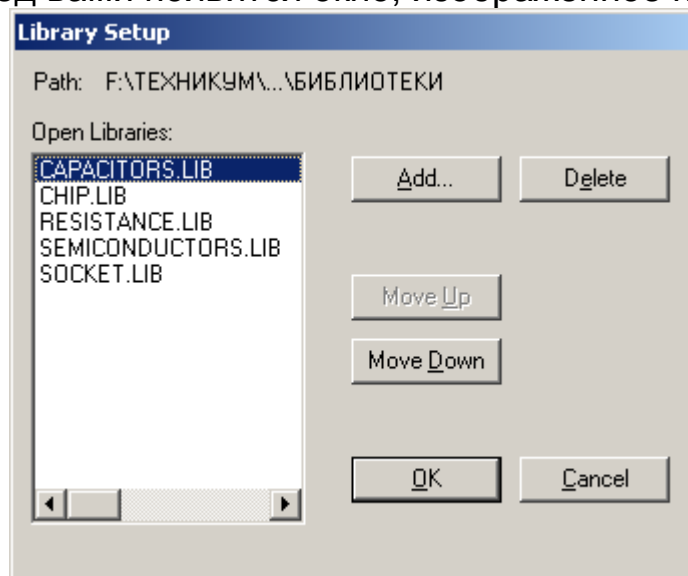

Рис. 1 Команда Library Setup
Перед вами появится окно, изображенное на рис. 1.
- 2.3 Удалите все библиотеки из списка при помощи команды **Delete** и добавьте при помощи команды **Add** все библиотеки созданные вами (так как показано на рис. 1).